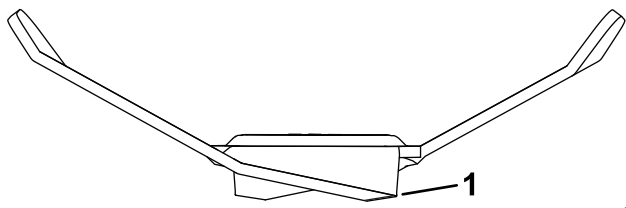

Figura 89
2. Inspeccione los bordes de corte (Figura 88 y Figura 89).
1. Utilice una lima u otra herramienta de afilado para afilar el filo de corte en ambos extremos de la cuchilla (Figura 89).